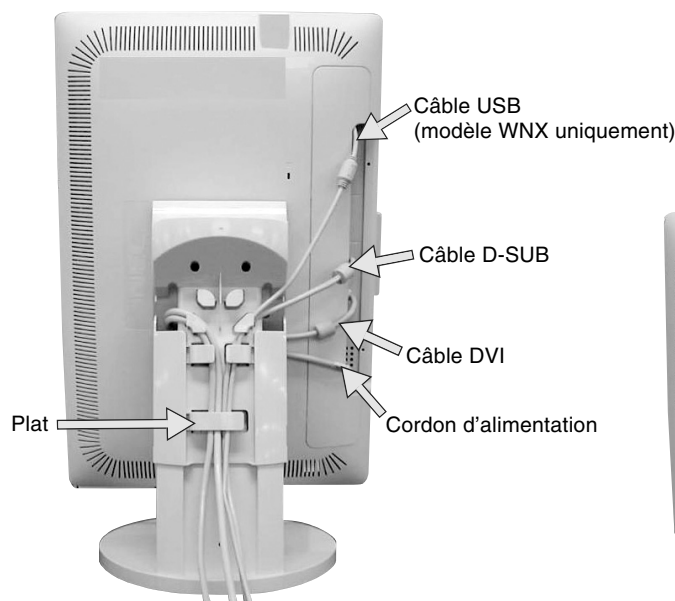

Figure C.6
8. Pour une bonne gestion du câblage, placez les câbles selon l'ordre suivant : Cordon d'alimentation et câble DVI (**Figure C.6**).
9. Placez le cordon DVI et d'alimentation dans les crochets spécifiques tels qu'illustrés à la **Figure C.6**.
10. Placez le D-sub et le câble USB dans les crochets spécifiques tels qu'illustrés à la **Figure C.6** (Câble USB : modèle WNX uniquement).
12. Assurez-vous que tous les câbles sont bien fixés contre le support (**Figure C.6**).